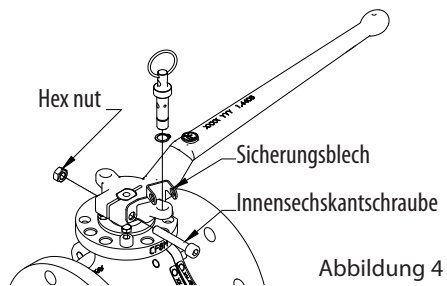

Abbildung 4
4. Die Innensechskantschraube durch das Loch des Sicherungsblechs und den Handhebel einsetzen und Sechskantmutter festziehen, bis sie eng anliegt. Den Handhebel an den Abflachungen der Schaltwelle festklemmen (Abbildung 4).
5. Den Sicherungsstift durch die dafür vorgesehene Öffnung am Hebel einsetzen (Abbildung 4 und 5).